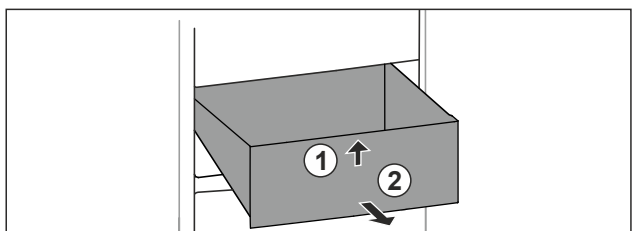

Fig. 92
- ▶ Emelje meg a fiók elejét. Fig. 92 (1)
- ▶ Vegye ki a fiókot előre felé. Fig. 92 (2)